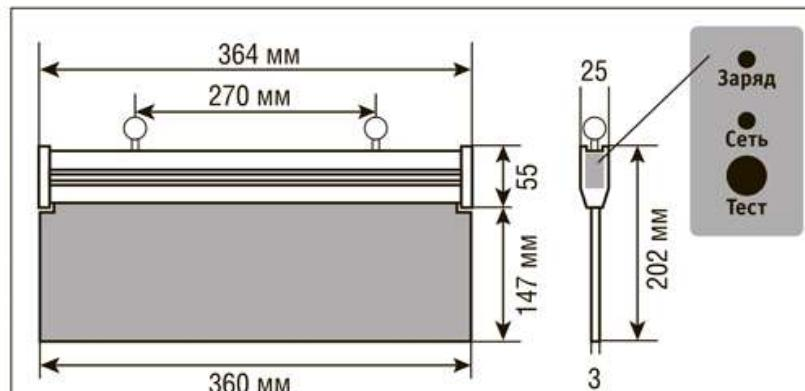

Рисунок 1.
- Установите два подвеса по месту установки светильника на расстоянии 270 мм (Рис. 1).
При подаче напряжения на светильник загорится зеленый индикатор «Сеть»(рис. 1) и красный индикатор заряда аккумулятора «Заряд». Когда аккумулятор будет заряжен, индикатор «Заряд» погаснет. Время полной зарядки аккумулятора составляет 24 часа. Проверьте работоспособность светильника в аварийном режиме, он должен быть подключен в сеть электропитания на время не менее 3 минут. Зажмите кнопку «Тест», светильник переключится в режим работы от аккумулятора и продолжит работать, при этом все индикаторы погаснут. Если при нажатии на кнопку «Тест» светильник гаснет, это может свидетельствовать о его неисправности\*. Эксплуатировать неисправный светильник не рекомендуется.